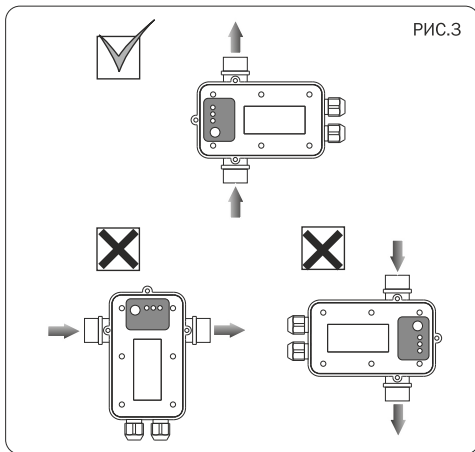

РИС.3
**Внимание:** Допускается только вертикальная установка реле выходным патрубком вверх. В любом другом положении оно не будет функционировать (рис.3).